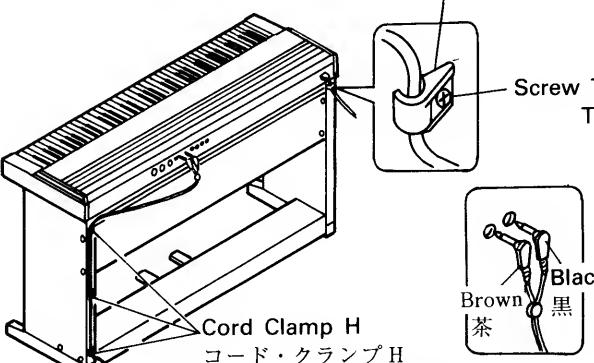

Fig 3
- Loosen the cord clamp's screw G with the screwdriver provided, put the power cord into the clamp G, and retighten the screw. (fig 3)
- コード・クランプ G のねじをドライバーでゆるめ、電源コードを通した後、再び締め付ける。(Fig 3)